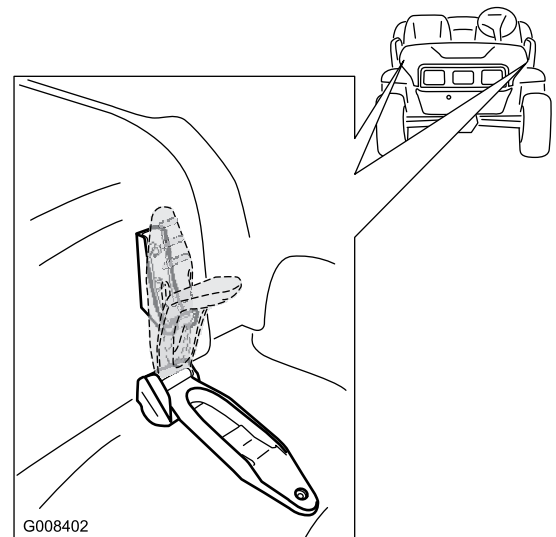

Figura 19
1. Liberte as fitas de borracha em ambos os lados do capot (Figura 19).